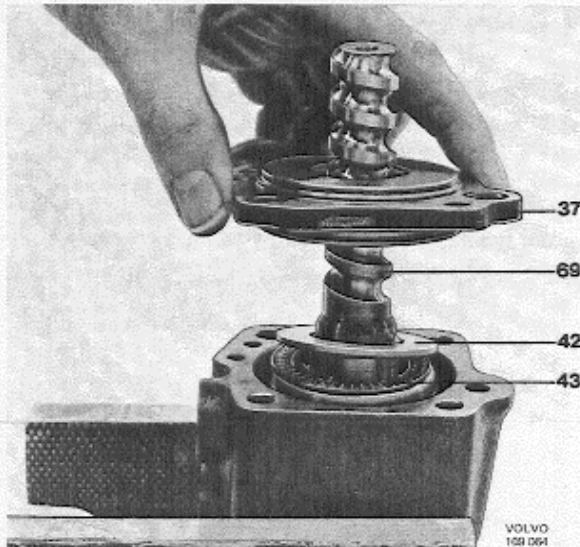
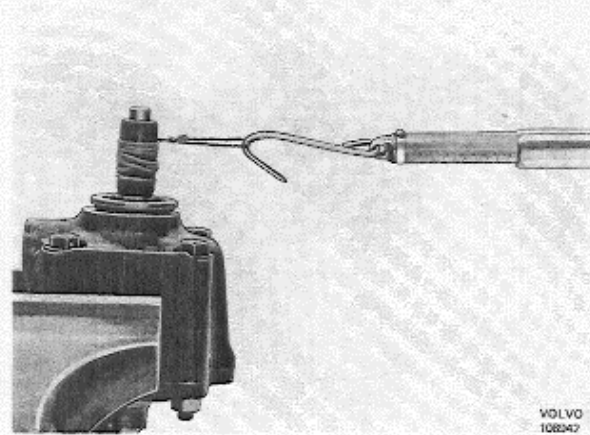

Abb. 106 Einbau des Zwischenflansches
Abb. 107 Prüfung des Drehmomentes
vgl. Abb. 106. Vormontierte Schnecke in das Ventilgehäuse einführen. Axialnadelkäfig (43), Anlaufscheibe (42) und Zwischenflansch (37) auslegen, s. Abb. 106. Ventilgehäuse und Zwischenflansch mit Hilfe der Schrauben (5b) sowie 4 St. Muttern M8 zusammenschrauben. Anziehmoment: 34 Nm (3,4 mkp). Kontrollieren, daß die Schnecke spielfrei gelagert ist. Das Umdrehen der Schnecke soll ein Drehmoment von 0,15–0,25 Nm (1,5–2,5 kpcm) erfordern. Wird das Drehmoment entspr. Abb. 107 mittels Federwaage und Schnur gemessen, soll die Federwaage eine Belastung von 17–29 N (1,7–2,9 kp) anzeigen.
Drehmoment des zusammengebauten Schneckenkopfes entspr. Abb. 107 überprüfen. Das Drehmoment soll jetzt 0,4–0,6 Nm (4–6 kpcm) betragen, d.h. die Federwaage soll eine Belastung von 45–70 N (4,5–7 kp) anzeigen. Wird dieser Wert nicht erreicht, läßt sich die richtige Vorspannung mit Hilfe von Paßscheiben einstellen. Schnecke und Lager müssen dann erneut vom Ventilgehäuse ausgebaut werden.